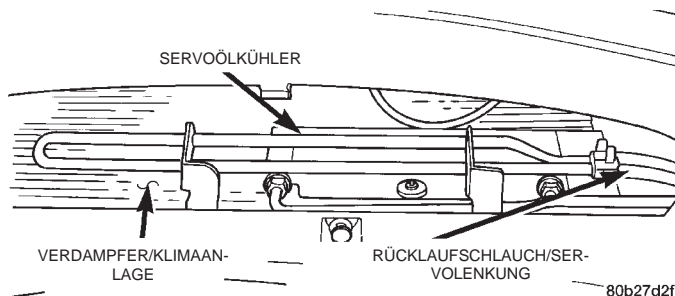

Abb. 30 Rücklaufschlauch am Servoölkühler
(23) Nur Typ 300M — Zum Ausbau des Servoölkühlers muss zunächst die vordere Stoßängerverkleidung ausgebaut werden. Näheres hierzu siehe Kapitel 13, "Rahmen und Stoßfänger", in diesem Werkstatthandbuch.
(24) Schlauchklemme und Rücklaufschlauch vom Servoölkühler abmontieren (Abb. 30). Das Servoöl aus dem Schlauch und dem Servoölkühler ablaufen lassen und auffangen.
(1) Die Schläuche der Servolenkung von der Rückseite des Motorraums her in das Fahrzeug einbauen.
(2) Fahrzeug anheben.
(3) Rücklaufschlauch und Schlauchklemme am Servoölkühler montieren (Abb. 30). **Sicherstellen, dass die Schlauchklemme hinter der Wulst des Anschlussstutzens sitzt.**
(4) Nur Typ 300M — Vordere Stoßängerverkleidung einbauen.
(5) Fahrzeug bis dicht über den Boden absenken (Räder noch in der Luft).